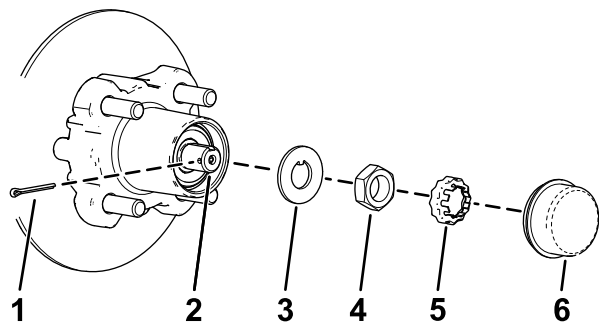
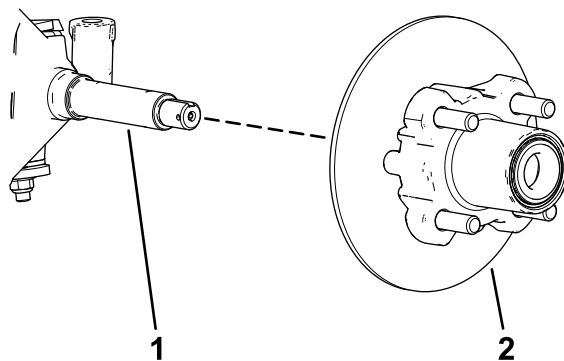

图 30
图 31
4. 从轮毂上卸下防尘盖图30。
5. 从主轴和主轴螺母上卸下开口销和螺母卡环图30。
6. 从主轴上卸下主轴螺母将轮毂和转子总成从主轴上分开图30和图31。